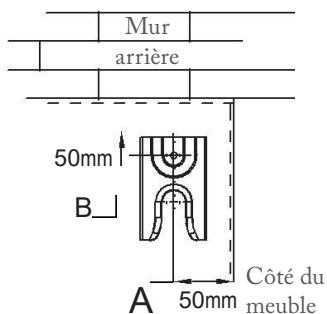

Figure 3
Avertissement : Afin d'empêcher le basculement de la cuisinière, le support anti-inclinaison doit être installé avec la cuisinière. Pour installer le support anti-inclinaison, utilisez un tournevis pour monter le support anti-inclinaison (1) avec des vis (2) au sol, comme indiqué dans la Figure 3.